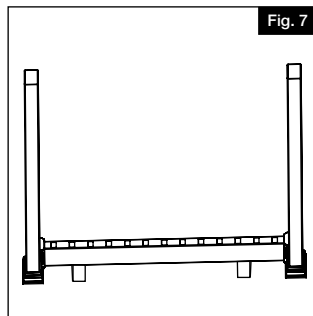

Fig. 7
- Deslice el travesaño inferior entre dos postes y apóyelo sobre de los bloques espaciadores de madera (Fig. 7).